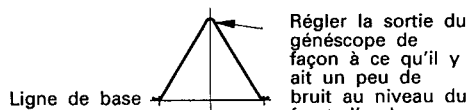

Fig. 11
- Appliquer un signal faible du généscope sur TP.2. Régler T201 afin d'obtenir un gain maximum et la forme d'onde de la Fig. 11. Si le centre de la forme d'onde ne peut pas être aligné sur le marqueur, régler la balance droite/gauche.